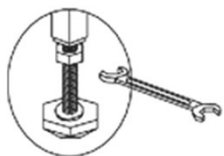
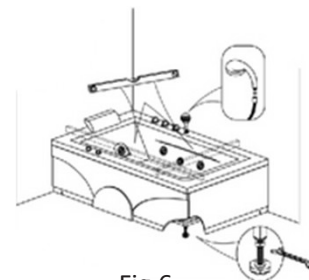

Fig.1
Fig.6
2. Regolare il livello della vasca da bagno (l'acqua nel fondo della vasca da bagno non può essere drenata completamente se la vasca da bagno non è ben livellata). Mettere la vasca in posizione di installazione in caso di terreno irregolare misurare con una livella (come mostrato in Fig6). assicurarsi che tutti i piedi siano ben livellati al terreno quindi serrare le viti di regolazione dei piedi (come mostrato in Fig.1).
6 Accessori: Collegare la doccia portatile (come mostrato in Fig6) e montare il tappo dell'acqua.